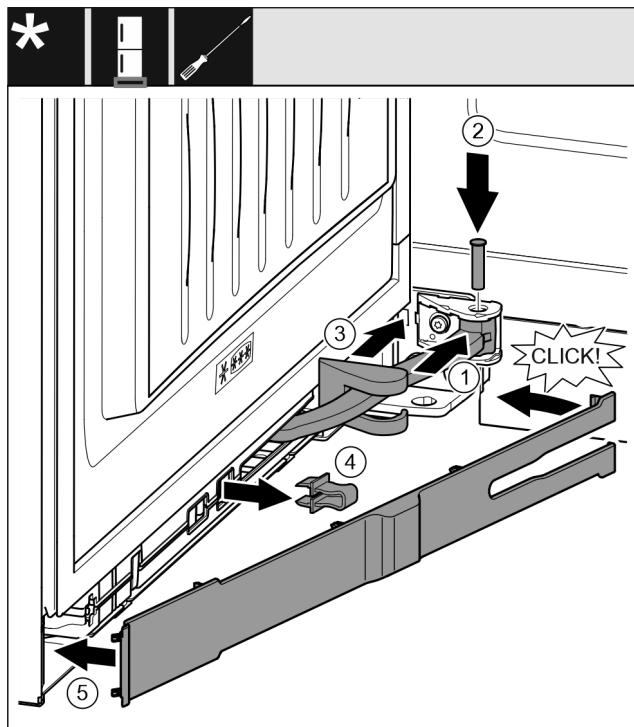

Fig. 58
- ▶ Tourner la jointure Fig. 58 (1) dans la fixation.
- ▶ Insérer l'axe Fig. 58 (2) dans la fixation et la jointure avec un tournevis. Veiller à ce que l'ergot soit bien en place dans la rainure.
- ▶ Faire glisser le cache du support de palier Fig. 58 (3) le long de la jointure et le monter au-dessus de la fixation.
- ▶ Retirer la fixation Fig. 58 (4).
- ▶ Placer le cache Fig. 58 (5) côté poignée et le faire basculer vers l'intérieur.